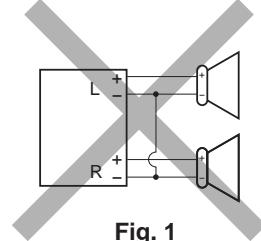
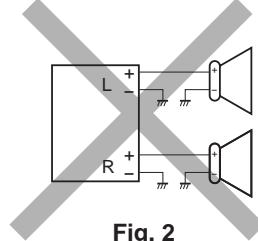

Fig. 1
Fig. 2
- Als de bedrading van de speakers eruitziet zoals hieronder staat afgebeeld in Fig. 1 en Fig. 2,** mag het apparaat NIET worden aangesloten met behulp van deze oorspronkelijke speakerbedrading. Als u dat wel doet, zal het apparaat ernstige schade oplopen.